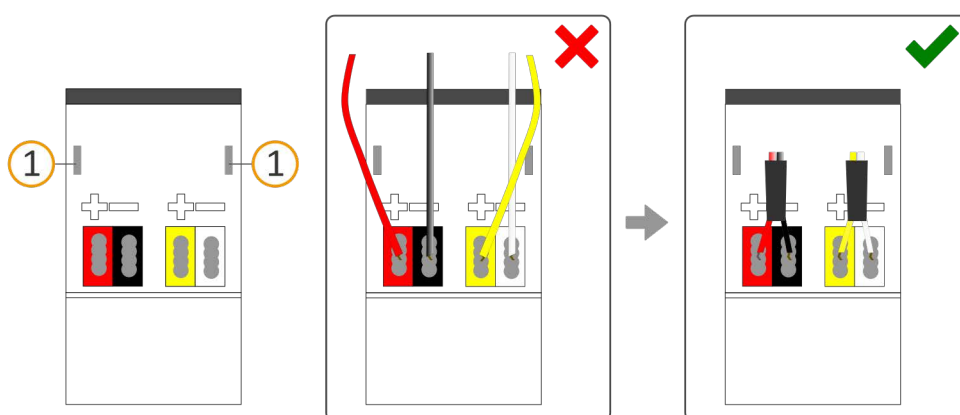

Abbildung 10: Kabelführung
- a. Führen Sie alle Kabel nach hinten. Die Öffnungen zur Befestigung der Abdeckkappe (siehe Abbildung 10, Pos. 1) müssen frei sein. Alle Kabel müssen sich zwischen den Öffnungen befinden.